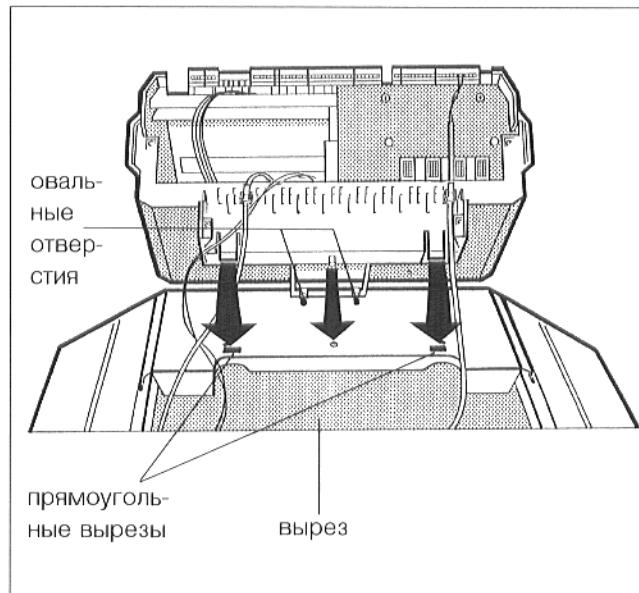

Рис. 16
- Насадить регулятор на передний кожух так, чтобы вставные крючки на нижней стороне регулятора вошли спереди в овальные отверстия (рис. 16).
При этом, проложить капиллярные трубы датчиков температуры и, при "Ecomatic"-регулировании, провод датчика температуры котельной воды через вырез в переднем кожухе котла (рис. 16).
- Тянуть регулятор в направлении вперед, при этом, держать слегка одной рукой передний кожух котла и давить регулятор до тех пор вниз, пока эластичные крючки не войдут в задние прямоугольные вырезы (рис. 16).